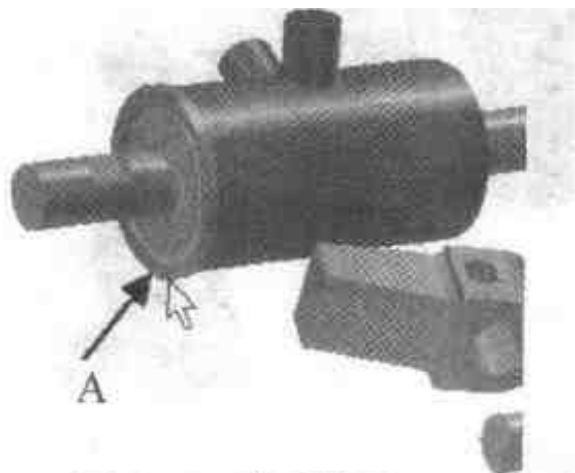
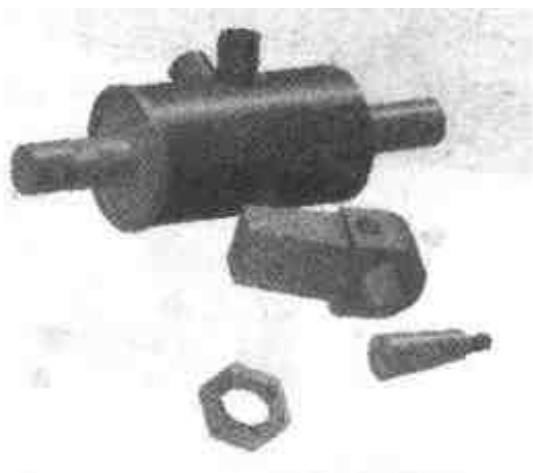

图 3.15 装配垫圈
图 3.16 插入第 2 个垫圈
- (3) 然后选择中轴碗的左外圆(A), 当光标移到圆(A)的位置时, 按空格键, 切换垫圈的位置, 结果如图 3.15 所示。
- (4) 单击【无约束装配】按钮, 结束无约束装配。
- (5) 单击【插入零件/装配】按钮, 在所附光盘的 score\example\jixie\3\中轴装配文件夹中找到文件“垫圈 2.ics”, 读入后结果如图 3.16 所示。